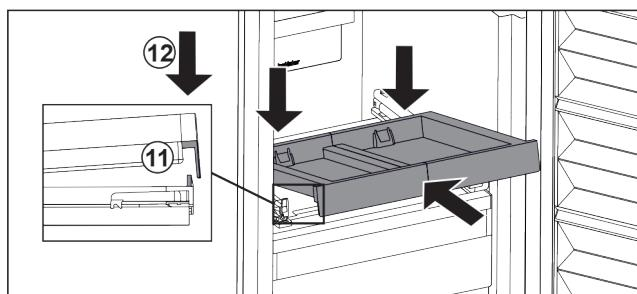

Fig. 22
- ▶ Вставьте, наклоняя вниз. Обратите внимание на то, чтобы на обеих сторонах упор был за накладкой. *Fig. 22 (11)*
- ▶ Снимите выдвижную панель спереди. *Fig. 22 (12)*